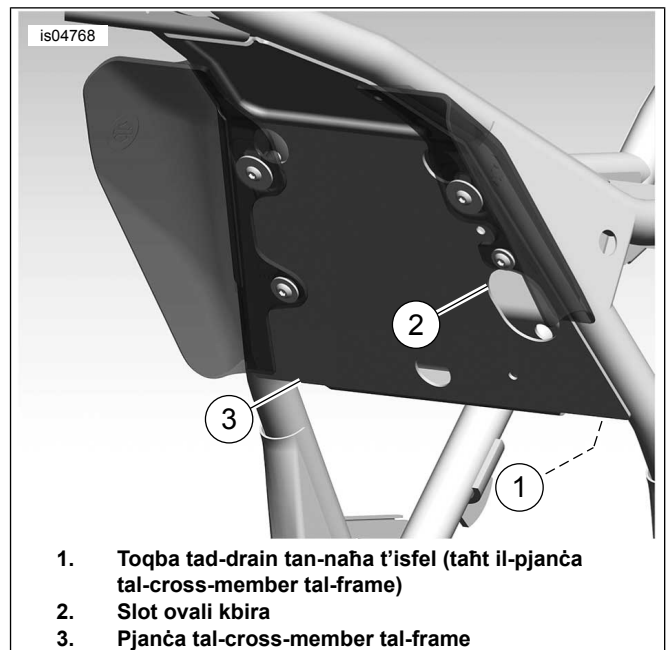

Figura 8. Għaddi l-Cable tal-Backrest Minn ġol-Frame (Mudelli tal-2008 Murija)
14. Ara Figura 8 . Għaddi l-cable tal-backrest minn ġol-fetħa l-kbira fil-manku tal-bracket tal-aġġustament, imbagħad minn ġos-slot ovali l-kbir (2) fil-pjanċa tal-cross-member tal-frame (3) u 'l isfel minn ġot-toqba tad-drain t'isfel (1) li tinsab fil-kantuniera t'isfel tal-pjanċa tal-cross-member tal-frame fejn il-pjanċa tal-cross-member tiltaqa' mal-frame ta' wara.